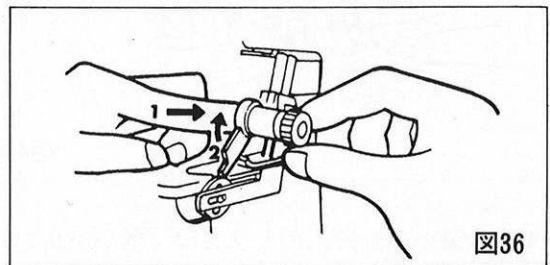

図36
- 左手の指で上メスホルダーを右の方向へ押しながら、上メスを上に回転させる。(図36)